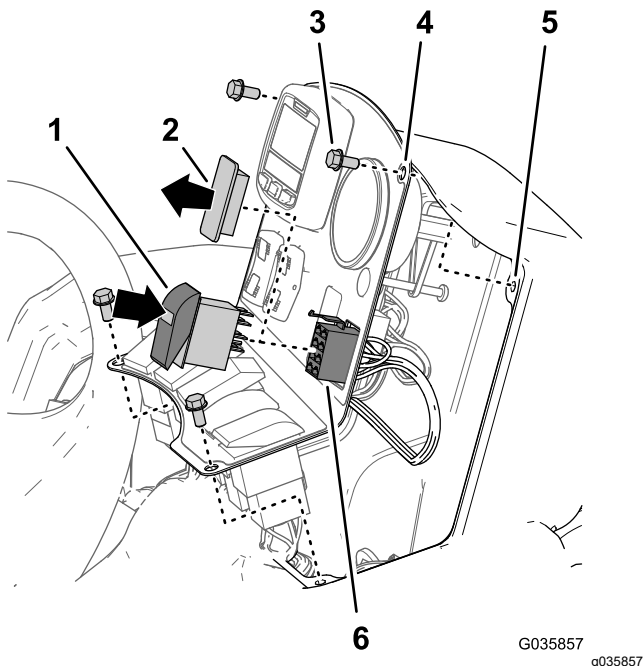

Figura 35
1. Si están instalados, retire los 4 pernos con arandela prensada ($\frac{1}{4}$ " x $\frac{1}{2}$ ") que sujetan el panel de control a la consola, tal y como se muestra en la Figura 35.
6. Alinee los taladros del panel de control con los taladros de la parte superior de la consola (Figura 35).
7. Sujete el panel a la consola con los pernos (Figura 35) que retiró en el paso 1.
2. Retire el tapón del interruptor del panel de control de la consola (Figura 35).
3. Alinee el conector hembra de 8 vías del arnés de cables del kit de acabado del brazo Ultra Sonic Boom a través de la abertura en el panel de control (Figura 35).
4. Conecte el conector hembra de 8 vías del arnés de cables del kit de acabado del brazo Ultra Sonic Boom etiquetado MODO MANUAL SÓNICO FRENTE A AUTOMÁTICO al interruptor basculante (Figura 35).
5. Instale el interruptor basculante en la abertura del panel de control hasta que el interruptor encaje en su sitio (Figura 35).